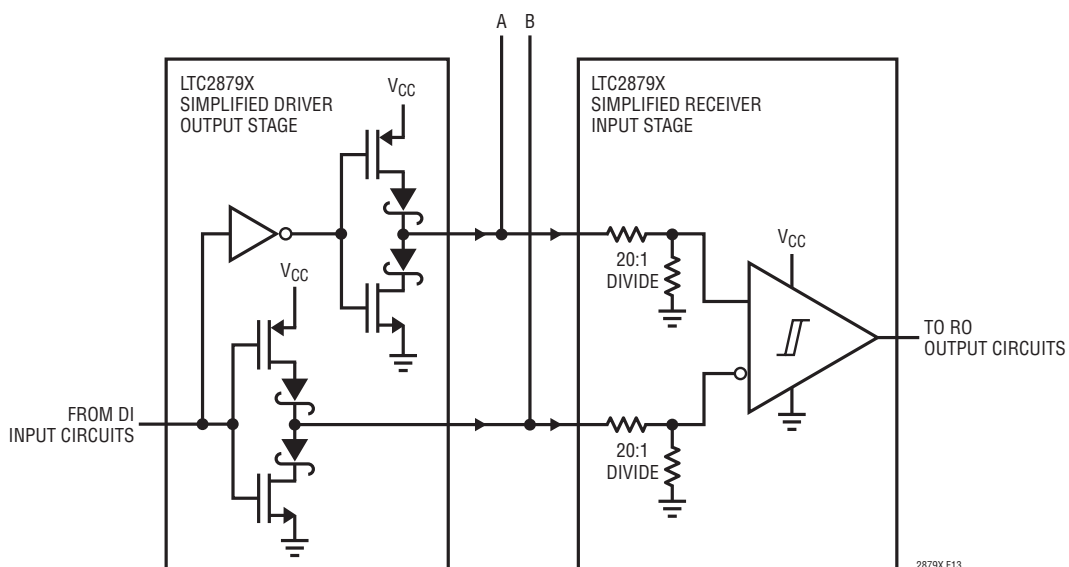

図 13. 大きな正および負電圧に耐える A/B ピンの内部回路構造
LTC2879X の A および B ピンは最大 $\pm 60V$ の電圧にも支障なく短絡できます。この優れたフォルト保護レベルは、高電圧 BiCMOS 集積回路テクノロジーを使うことで実現されました。このテクノロジー特有の高いブレイクダウン電圧により、電源オフおよび高インピーダンス状態における保護が可能になります。図 13 に、ドライバとレシーバー入力が、デバイスに過電流を流さないで、電源より高いまたはグラウンドより低い大きな電圧に耐える方法を詳細に示します。図示のように、ドライバ出力は、 V_{CC} より高くまたはグラウンドより低い逆駆動された電圧から逆方向ダイオードで保護されています。レシーバー入力には、正と負の高電圧に耐える抵抗分圧器が使われています。LTC2879X は、GND または V_{CC} が喪失しても、 $\pm 60V$ のバス・フォルトから保護されます。
3.3V電源のLTC2879Xは、5Vで動作している他のRS485トランシーバーと同一ネットワーク上で共存できます。LTC2879Xは過電圧に耐えるように設計されているため、5Vノードの高電圧が3.3Vノードを過剰に駆動することを心配する必要はありません(図13参照)。